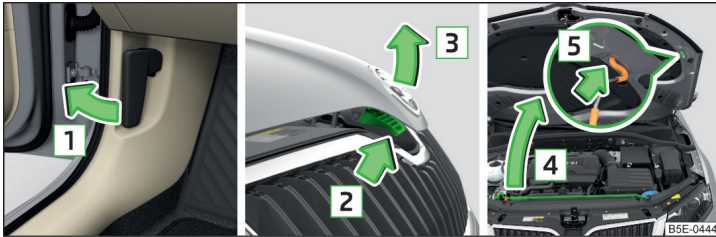

Abb. 194 Motorraumklappe öffnen
- › Die Vordertür öffnen und am Entriegelungshebel unterhalb der Schalttafel in Pfeilrichtung **1** ziehen » Abb. 194.